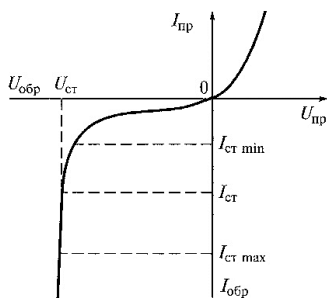

Рис. 1. Вольт-амперная характеристика стабилитрона
4. Полупроводниковый стабилитрон осуществляет стабилизацию напряжения, работая в режиме электрического пробоя на обратной ветви вольт-амперной характеристики (рис. 1).